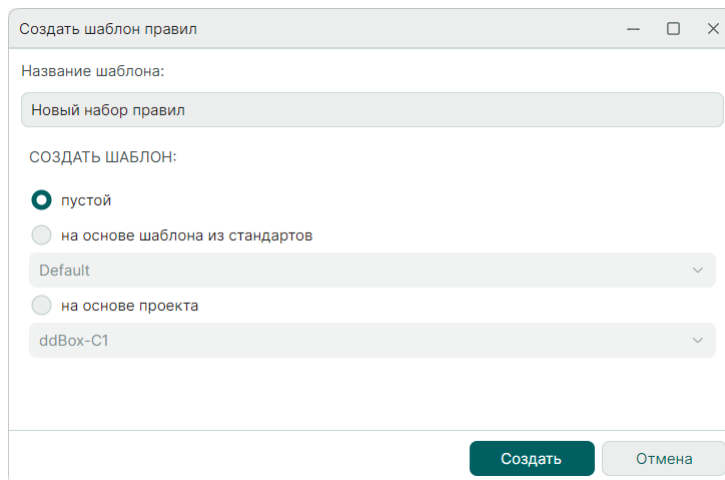

Рис. 127 Добавление шаблона правил
2. Введите имя шаблона и выберите источник исходных данных для нового шаблона правил в поле «Создать шаблон», см. Рис. 127: